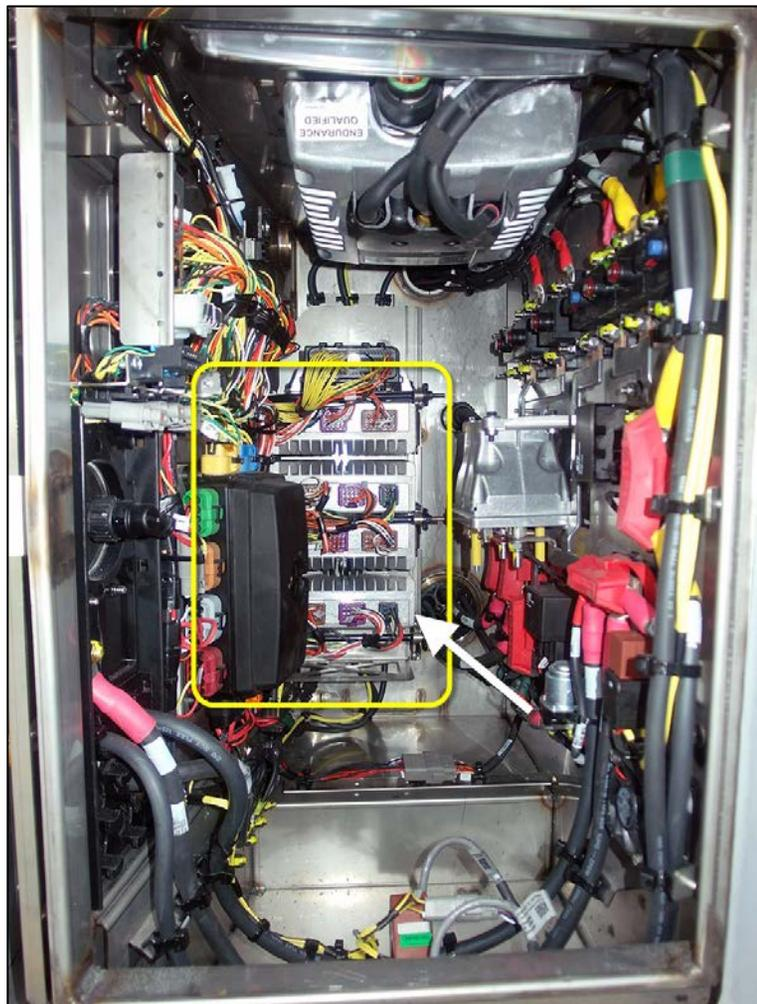

Figure 1
1. Dans le compartiment électrique arrière, trouver le module AE52. (Figure 1)